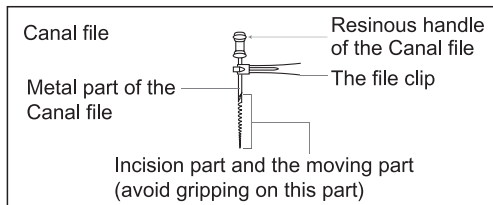

Imagen 21
a) Cuando sujete el conducto radicular con una lima para conductos, sujete la parte superior de la pieza metálica (cerca del conducto radicular en el mango de la aguja). Si agarra la parte inferior (hoja o parte móvil), desgastará el clip de la lima. [Imagen 21]